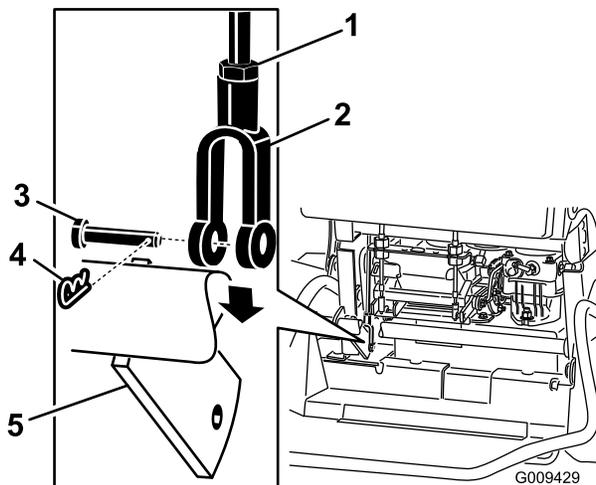

Figura 59
5. Para ajustar el freno, retire el pasador y el pasador de horquilla de la palanca de freno inferior y la horquilla (Figura 59).
6. Afloje la contratuerca (Figura 59).
7. Gire la horquilla. Para apretar el freno, gire la horquilla hacia arriba. Para aflojar el freno, gire la horquilla hacia abajo (Figura 59).
8. Fije la horquilla a la palanca de freno inferior con el pasador de horquilla y el pasador (Figura 59).
9. Apriete la contratuerca (Figura 59).